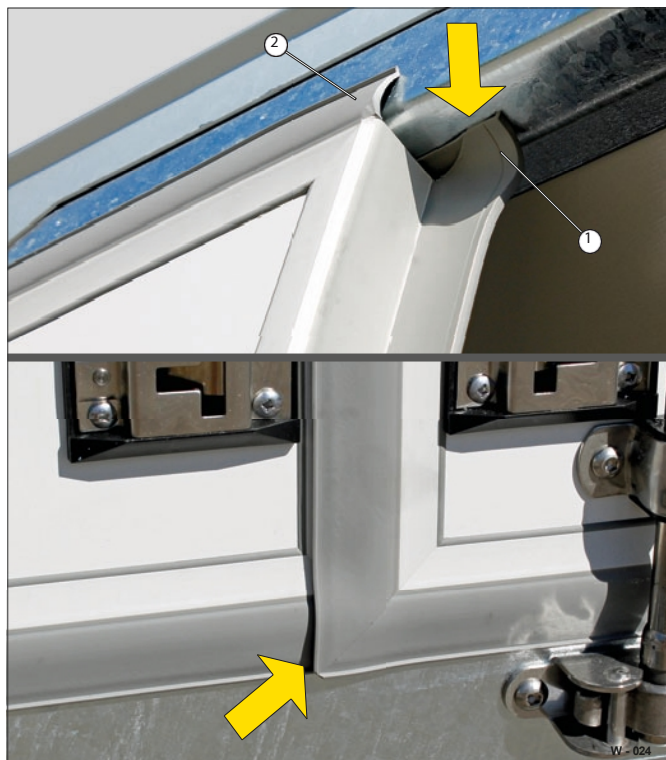

Fig. 10 Vedação da porta 2 dobras (Cool Trailer Basic)
- Limpe o lábio de vedação interior (Fig. 10/1) e o lábio de vedação exterior (Fig. 10/2) a toda a volta com um pano húmido.